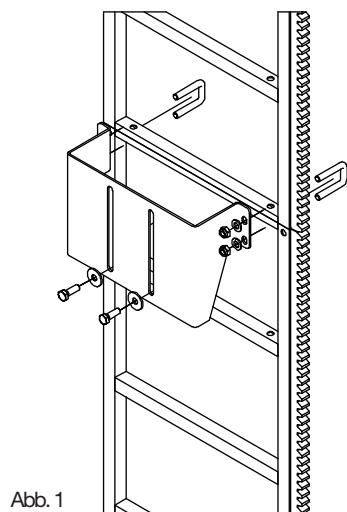

Abb. 1
1. Obere Leitersektion oben an die obere Turmsektion montieren und justieren (siehe Abb. 1 und Montagezeichnung). 15 Nm Drehmoment für M8 und 50 Nm für M12 anwenden.
1. Obere Leitersektion oben an die mittlere Turmsektion montieren und justieren (siehe Abb. 1 und Montagezeichnung).
1. Obere Leitersektion oben an die untere Turmsektion montieren und justieren (siehe Abb. 1 und Montagezeichnung).